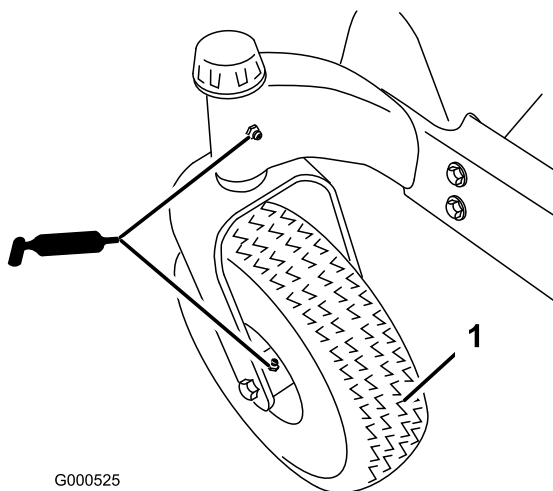
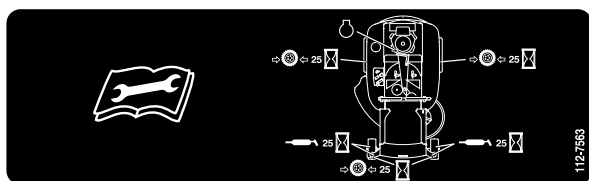

Bild 29
Bild 30
Fetten Sie die vorderen Laufradgehenke und -räder ein (Bild 29).
3. Reinigen Sie die Schmiernippel (Bild 29 und Bild 30) mit einem Lappen. Kratzen Sie bei Bedarf Farbe vorne von den Nippeln ab.
4. Setzen Sie die Fettpresse nacheinander an allen Nippeln an (Bild 29 und Bild 30). Fetten Sie die Nippel, bis das Fett beginnt, aus den Lagern auszutreten.